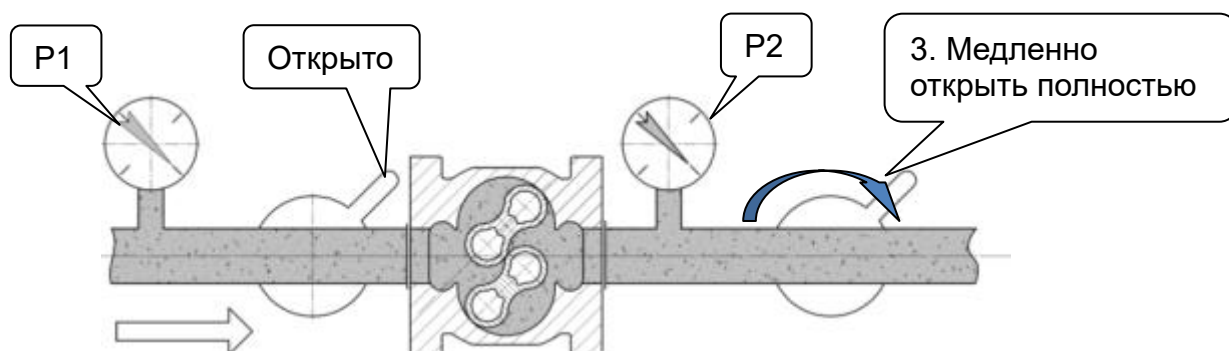

Рисунок 7. Окончательный запуск
3) Очень медленно открываем запорное устройство после счетчика до начала вращения роторов, которое можно определить по вращению последнего цифрового ролика счетного механизма (рисунок 7). Если роторы вращаются равномерно, медленно открываем запорное устройство полностью;